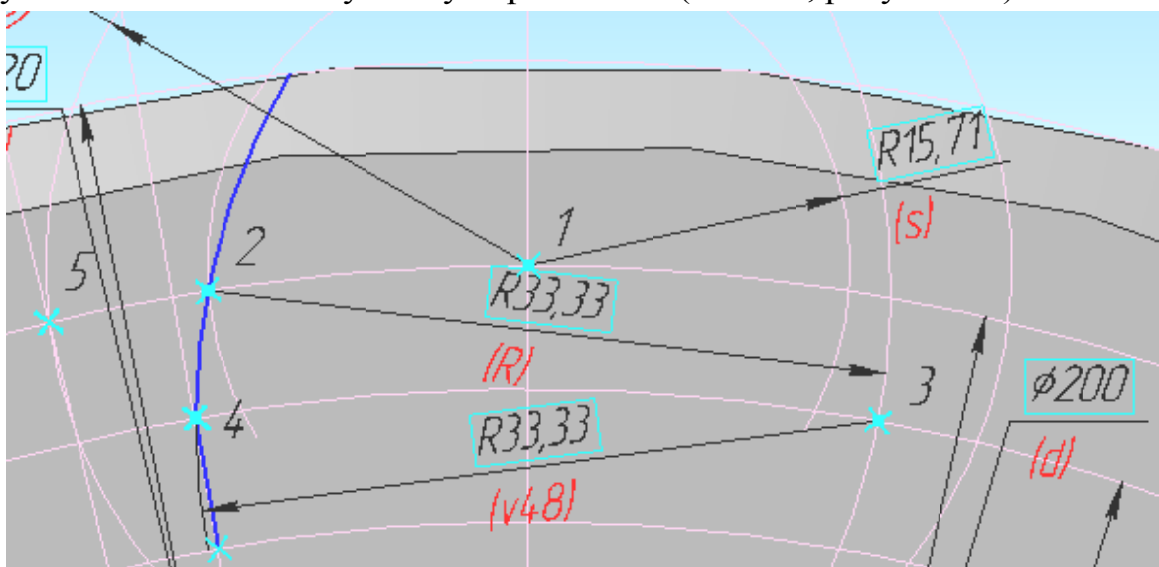

Рисунок 1.6 – Построение ножки зуба
20) Постройте дугу (стиль линии – **вспомогательная**) с центром в точке 1 и радиусом равным $0,75 \cdot m$ так, чтобы она пересекла делительную окружность. Отметьте эту точку пересечения (точка 5, рисунок 1.6).
21) Проведите вспомогательную прямую через точку 5 и начало координат (рисунок 1.6).